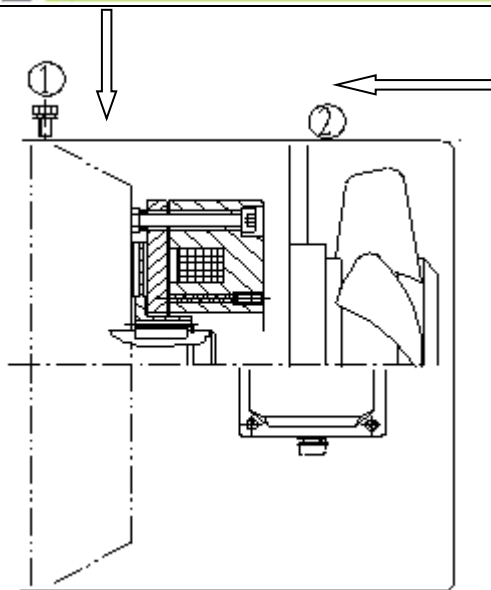

图 8-8c
- (3) 如图 8-8c，装上风扇叶片②、旋紧风扇叶片紧固螺钉①；